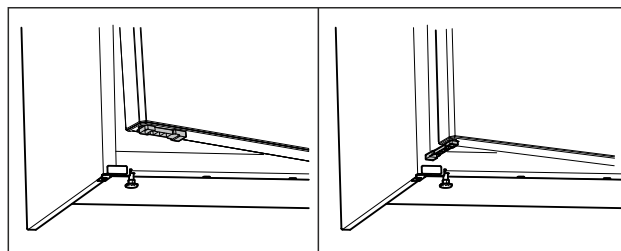

Fig. 68 *
- Obrócić ogranicznik otwierania drzwi o 90°. (patrz Fig. 68)